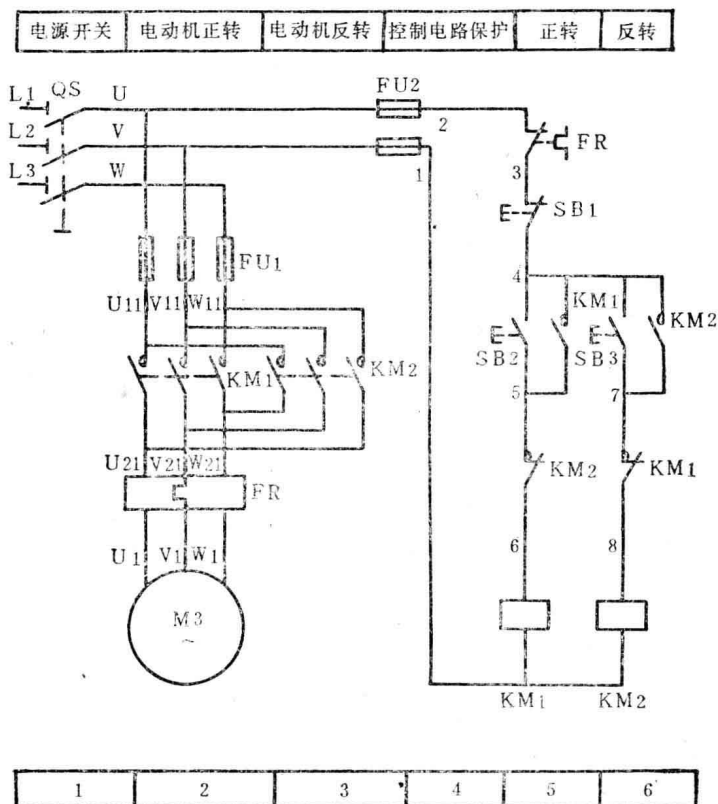

图 2
7. 图 2 所示为 \_\_\_\_\_ 控制线路, 试按规定的电路编号法, 在接触器的文字符号下填写编号。